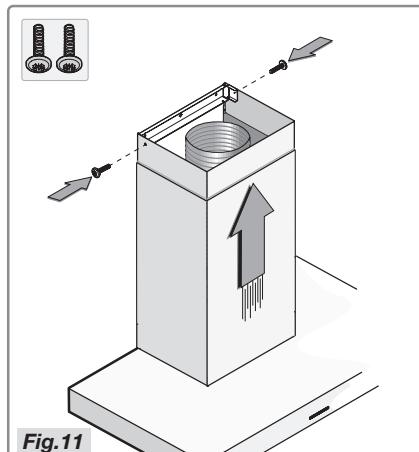

Fig. 11
- Plaats de bovenste schacht in de onderste schacht en plaats die op de behuizing van de kap. Schuif de bovenste schacht tot tegen de beugel en zet deze vast met de twee schroeven (Fig.11).